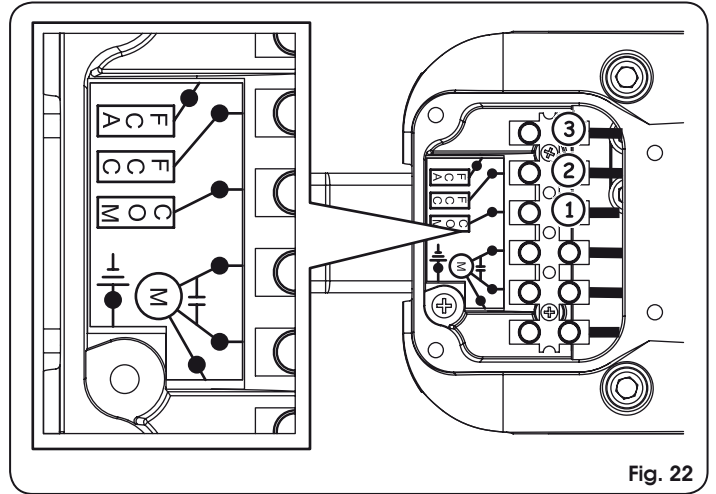

Fig. 22
- DStecken Sie das Kabel und die Verbindung zu den Terminals der Farben in der Tabelle unten mit Bezug auf Abbildung 22 angegeben.